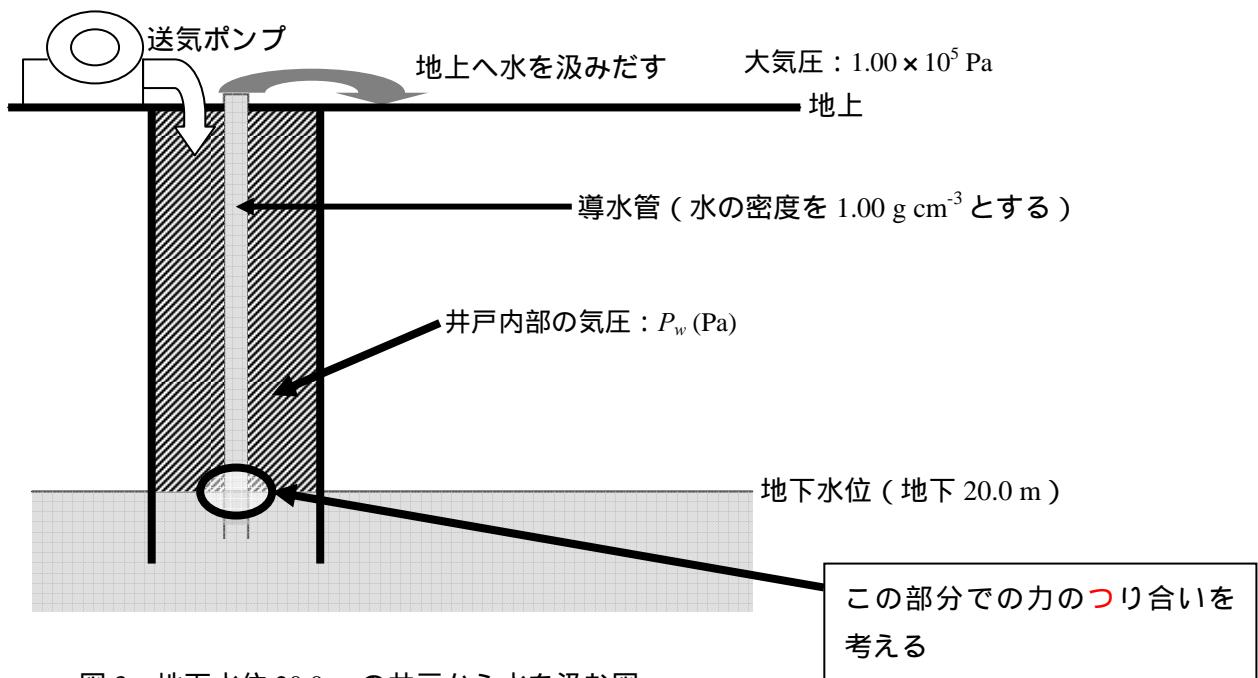

図 3 地下水位 20.0 m の井戸から水を汲む図
**問 6** まず、この問題では単位が、水の密度を除いて、すべて MKS 系に統一されているので単位変換係数はほとんど必要ないことに気付いておこう。これが共通単位系を使用する最大のメリットである。図 3 の導水管と地下水位が当たるところの力のバランスを上問と全く同様に考えればよい。
また、地中深くの原油を採掘するときも原理的には図 3 と同じことを行う。ただしこの場合は空気の代わりに水を油井（ゆせい）へ高圧で圧入し、導油管へ入り込んだ原油を地上へ押し出す。（名称の由来はここでは割愛するが、これを原油の二次回収と呼ぶ。もちろん一次回収も存在する。）
前置きが長くなつたが、硫酸水素イオン  $\text{HSO}_4^-$  は電荷が非局在化しているので、その求核性は非常に低くなつてゐる。したがつて、硫酸で処理したときは、硫酸水素イオンよりもエタノールの方が、求核性が高い化学種となるためにジエチルエーテルが生成する。これらの化学種の求核性の順序はおおまかに言うと図3のようになる。
（図3）